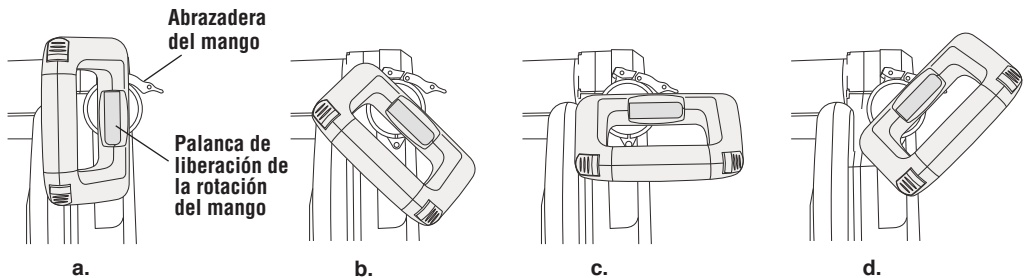

Figura 18. Ajuste de la posición del mango principal
1. Suelte la abrazadera del mango (Figura 18).
2. Tire de la palanca de liberación de la rotación del mango y manténgala sujeta (Figura 18).
4. Suelte la palanca de liberación para que el mango quede en su lugar. La palanca de liberación sólo se retrae en una de las cuatro (4) posiciones.